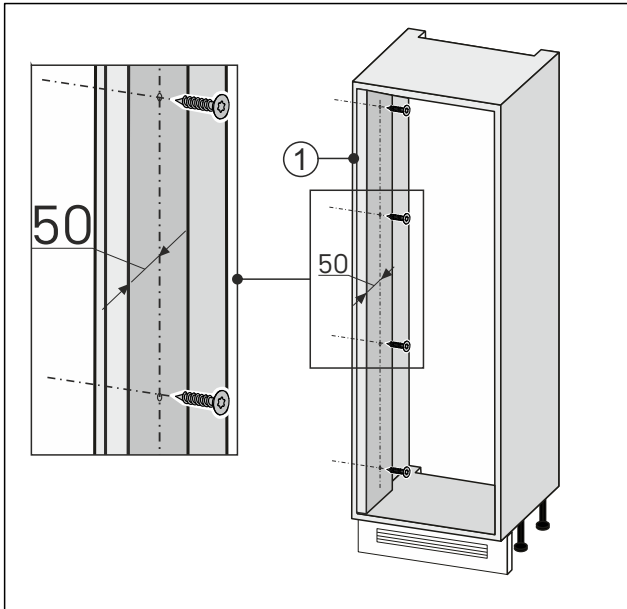

Fig. 93
- Ruuvaa seinätasaus oven avauspuolella Fig. 93 (1) kiinni kalustesyvennykseen.